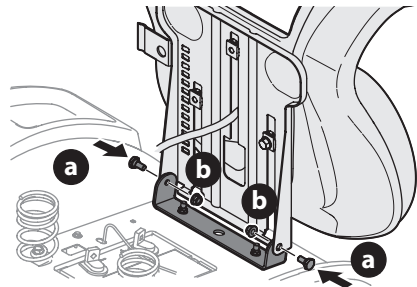

Figura 2
4. Luego, con los tornillos con reborde (a) y las tuercas de seguridad con brida (b) previamente quitados, asegure un lado del asiento y soporte del asiento. Mientras sostiene el asiento, quite el destornillador Phillips y asegure el otro lado del asiento. Tenga cuidado de no doblar o dañar el cableado mientras instala el asiento (Figura 2). Ajuste hasta 84-103 pulgadas-libras (10-12 N-m).